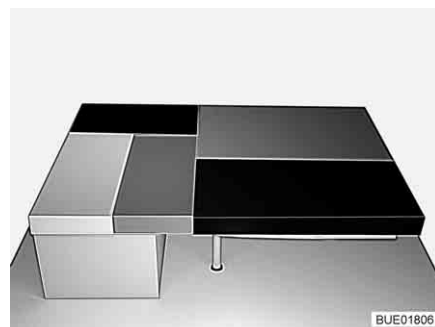

Bild 119 Efter ombyggnaden
- Lägg den smala extradynan på sängförlängningen på den längsgående sittbänken (se Bild 119).